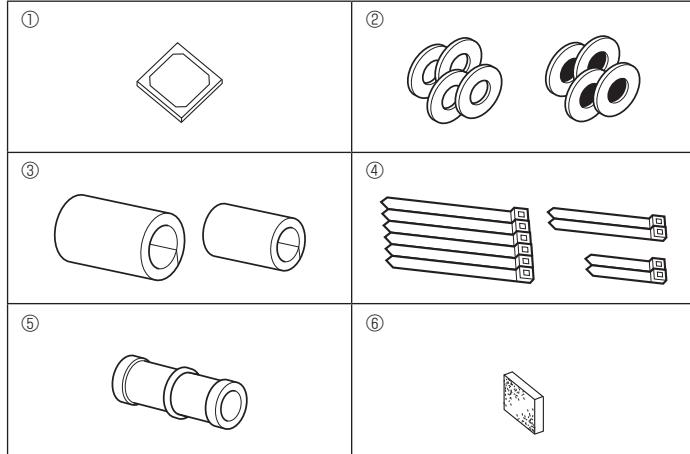

Fig. 2-1
2.1 Kontroll av inomhusenhetens tillbehör (Fig. 2-1)